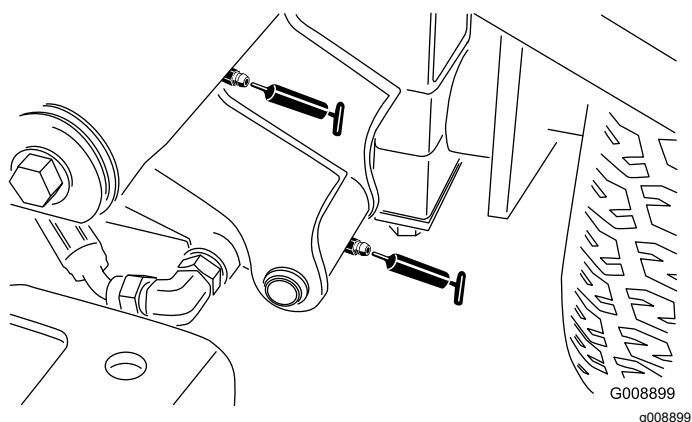

Figura 37
- 2 pivotes de brazo de elevación delantero izquierdo y cilindro de elevación (Figura 37)